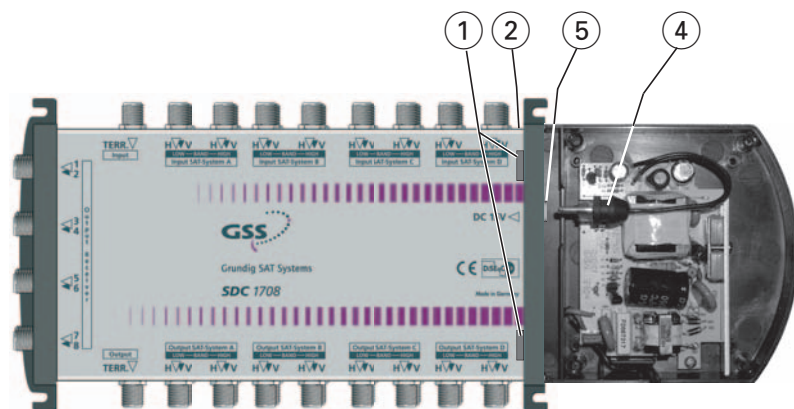

Fig. 3
- Stecker ④ in Buchse ⑤ einstecken (Fig. 3).
- Vordere Gehäusehälfte des Netzteils in die Befestigungsschlitze ① einhängen und mit der hinteren Gehäusehälfte zusammenschließen (Fig. 3).
- Insert the plug ④ in the socket ⑤ (Fig. 3).
- Hook the front half of the housing of the power pack in the mounting slots ① and join it together with the rear half of the housing (Fig. 3).